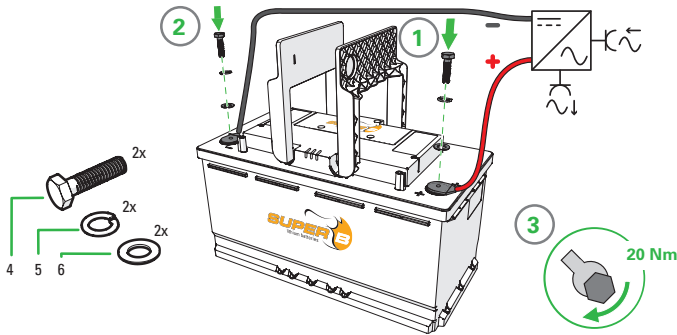

Abbildung 8. Anschluss von Stromkabeln mit Schrumpfschlauch
2. Schließen Sie die Last oder das Ladegerät an die X2 (+)-Anschlussklemme der Batterie an. (Abbildung 8)
3. Schließen Sie die X1 (-)-Anschlussklemme der Batterie an. (Abbildung 8)